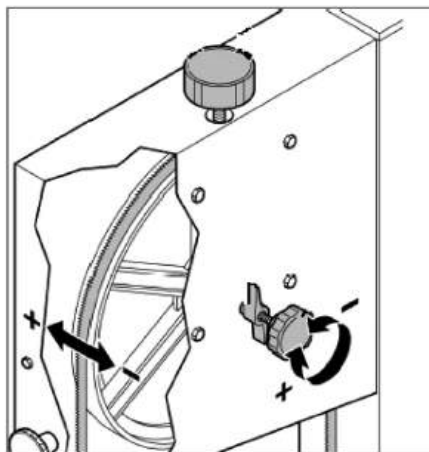

Рис. 18
- Слегка затяните винт регулировки, чтобы переместить полотно к задней части маховика. Если полотно смещается к заднему краю маховика, слегка ослабьте винт регулировки хода полотна, чтобы переместить полотно к передней части маховика (рис. 18).